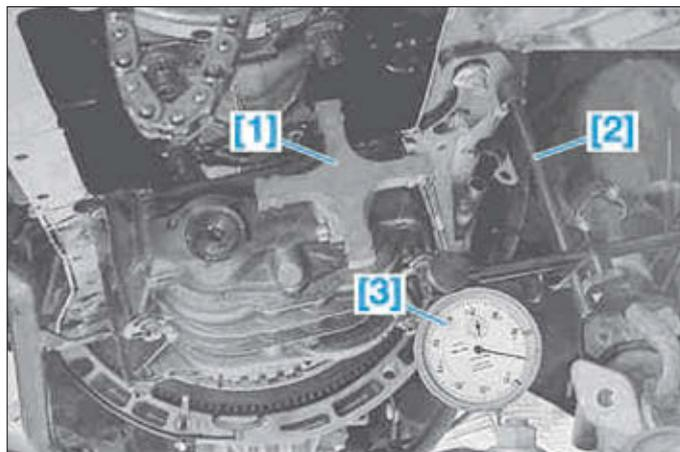

FIG. 62
- Emmancher jusqu'en butée l'outil [1] sur l'arbre d'équilibrage gauche (à l'avant, sens de la marche) et serrer la vis de blocage (Fig.62).